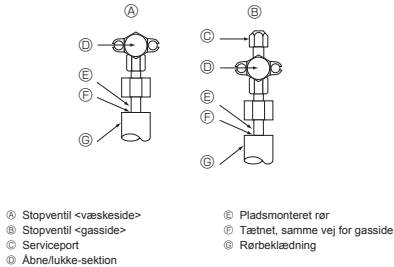

Fig. 5-4
5.4. Metode til lufttæthedstest for kølemiddelrør (Fig. 5-4)